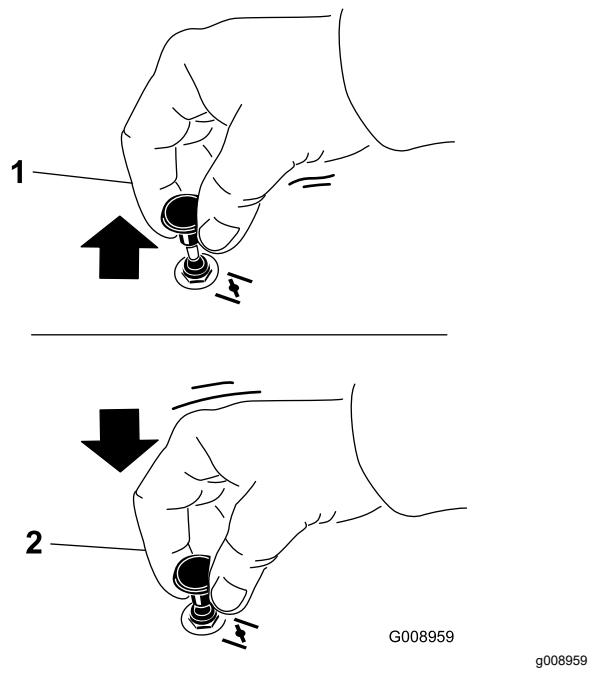

Figure 23
1. Tirez sur la commande de starter pour engager le starter avant d'utiliser le commutateur d'allumage (Figure 23).
2. Poussez sur la commande pour désengager le starter lorsque le moteur a démarré (Figure 23).